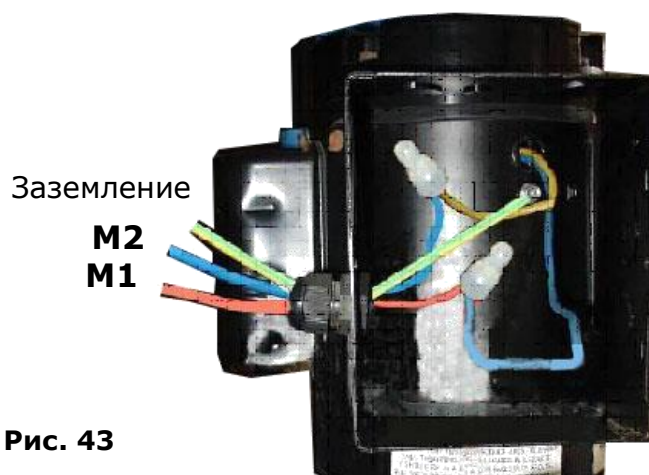

Рис. 43
7.2 Проводное соединение гидростанции на 220V (См. Рис. 43).